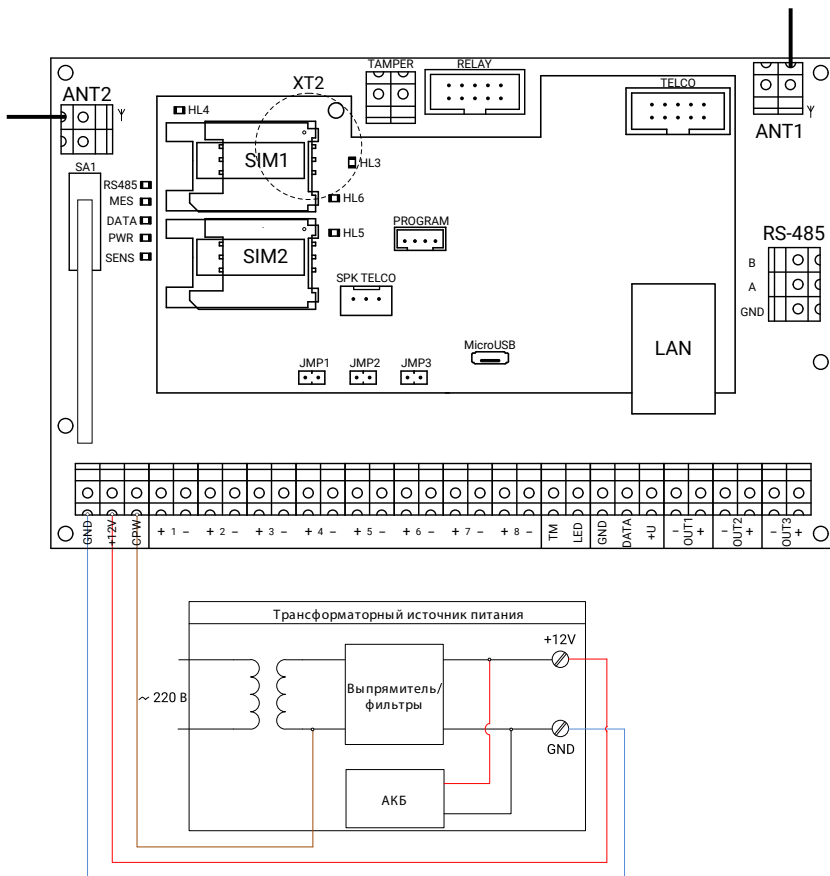

Рисунок 7. Схема подключения трансформаторного источника питания стороннего производителя
- *При использовании трансформаторного источника питания - подключите клемму панели «CPW» ко вторичной обмотке трансформатора источника питания (см. рис. 7);*